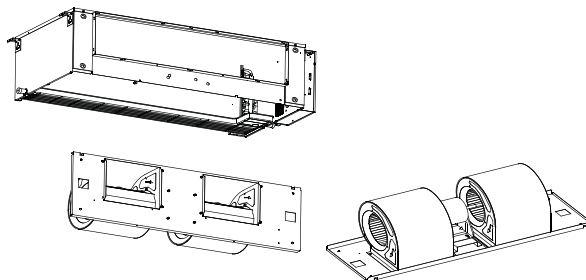

Рис. 37
3. Снимите провод двигателя, переднюю панель и отремонтируйте двигатель (см. рис. 37).